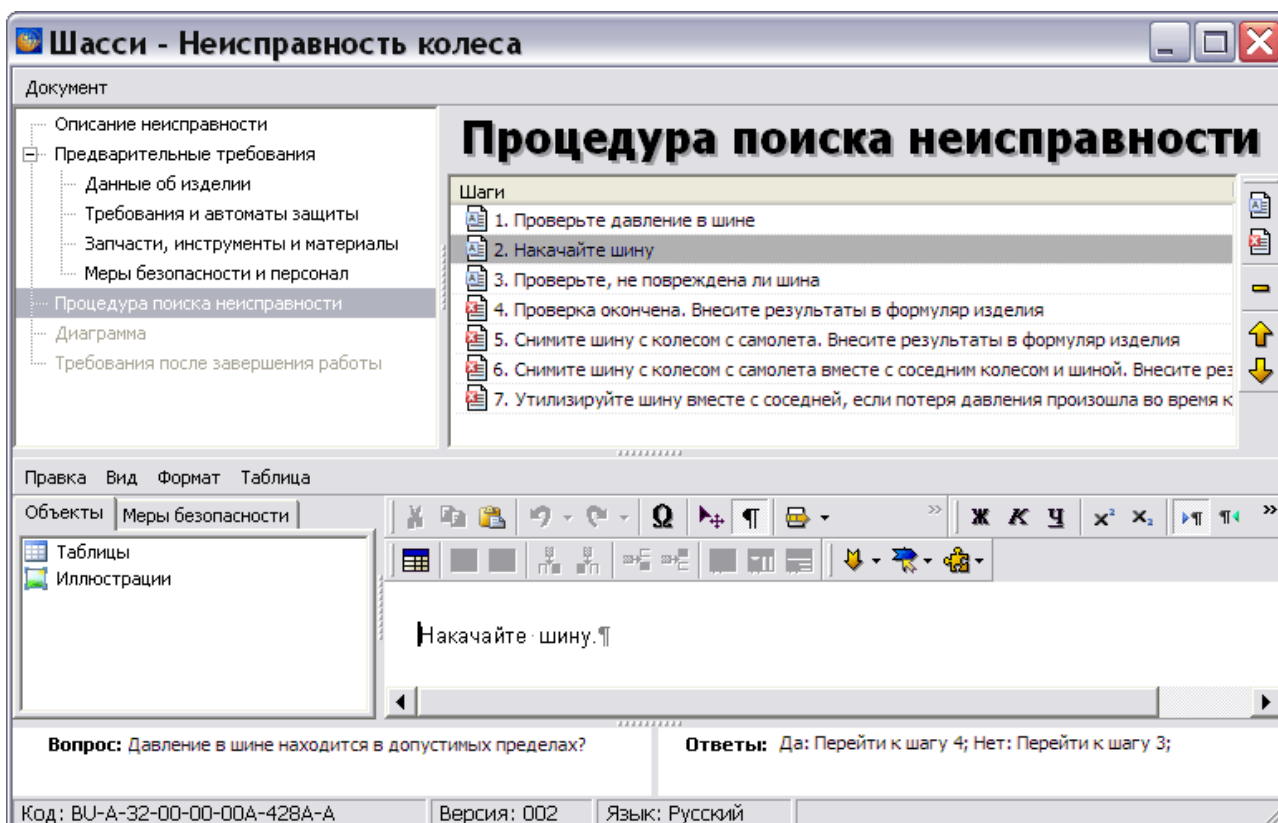

Рис. 6.39
20. Нажмите на кнопку . Диалоговое окно **Вопрос/ответ** закроется, и введенные данные отобразятся в окнах **Вопрос:** и **Ответы:** (Рис. 6.39).